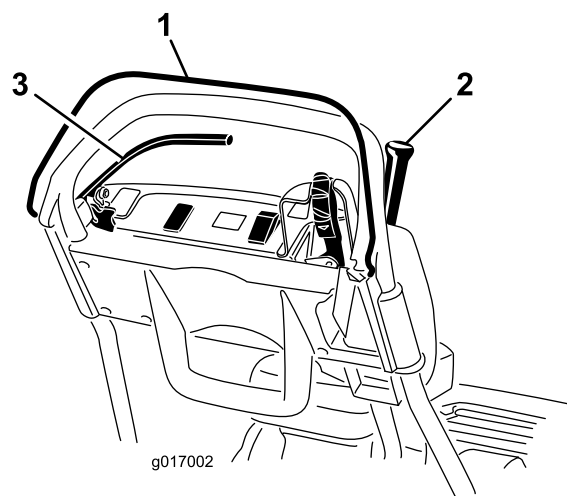

Figura 27
3. Con el CPO quitado, intente engranar la palanca de tracción (Figura 27). La palanca de tracción no debe engranarse. Si la palanca de tracción se engrana, es necesario ajustar el sistema de interruptores de seguridad. Corrija el problema antes de usar la máquina. Consulte Mantenimiento del interruptor de seguridad de la tracción (página 31).
4. Con el CPO apretado y la palanca de tracción engranada, suelte el CPO (Figura 27). La palanca de tracción debe desengranarse. Si la palanca de tracción no se desengrana, es necesario ajustar el sistema de interruptores de seguridad. Corrija el problema antes de usar la máquina. Consulte Mantenimiento del interruptor de seguridad de la tracción (página 31) o Ajuste del control de tracción (página 34).
5. Con el CPO presionado y la palanca de cambios hacia la izquierda, engrane la tracción y el molinete, y suelte el CPO (Figura 27). La palanca de tracción debe desengranarse. Si la palanca de tracción no se desengrana, es necesario ajustar el sistema de interruptores de seguridad. Corrija el problema antes de usar la máquina. Consulte Mantenimiento del interruptor de seguridad de la tracción (página 31), Ajuste del control de tracción (página 34) o Ajuste del control del molinete (página 35).
6. Con el CPO presionado y la palanca de cambios hacia la izquierda para engranar la tracción y el molinete, mueva la palanca de cambios a la derecha para desengranar la transmisión del molinete (Figura 27). La transmisión del molinete debe desengranarse. Si la palanca de tracción no se desengrana, es necesario ajustar el sistema de interruptores de seguridad. Corrija el problema antes de usar la máquina. Consulte Ajuste del control del molinete (página 35).
2. Con el CPO apretado, la palanca de tracción engranada y los controles del motor en la posición de arranque (Figura 27). Intente arrancar el motor. El motor no debe arrancar. Si el motor arranca, es necesario ajustar el interruptor de seguridad. Corrija el problema antes de usar la máquina. Consulte Mantenimiento del interruptor de seguridad de la tracción (página 31).
2. Con la palanca de tracción desengranada, el freno de servicio puesto y los controles del motor en la posición de arranque (Figura 27). Intente arrancar el motor. El motor debe arrancar. Si el motor no arranca, es necesario ajustar el interruptor de seguridad. Corrija el problema antes de usar la máquina. Consulte Mantenimiento del interruptor de seguridad del freno (página 32).
3. Con el motor en marcha, ponga el freno de servicio (no el freno de estacionamiento), apriete el CPO y engrane la palanca de tracción (Figura 27). El motor debe trabajar para superar el efecto del freno, pero no debe pararse. Si el motor se para inmediatamente, es necesario ajustar el interruptor de seguridad. Corrija el problema antes de usar la máquina. Consulte Mantenimiento del interruptor de seguridad del freno (página 32).
4. Con el motor en marcha, ponga el seguro del freno de estacionamiento, apriete el CPO y engrane la palanca de tracción (Figura 27). El motor debe pararse. Si el motor no se para, es necesario ajustar el interruptor de seguridad. Corrija el problema antes de usar la máquina. Consulte Mantenimiento del interruptor de seguridad del freno (página 32).